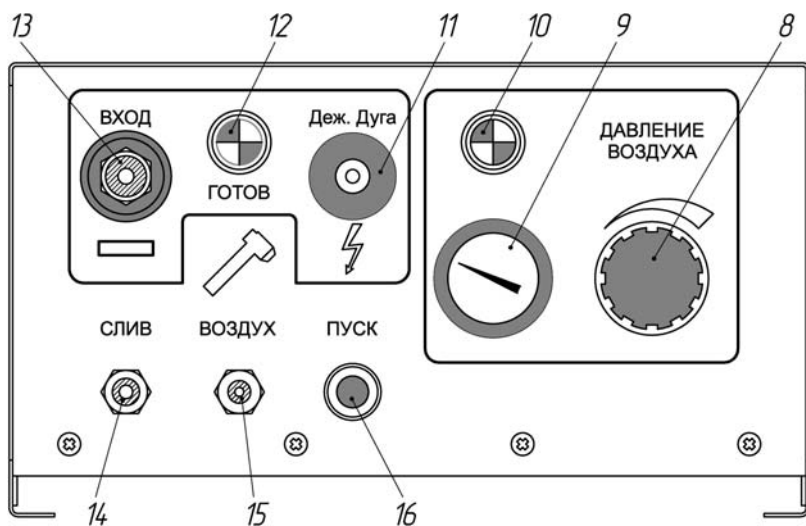

рисунок 2 Передняя панель **БВП-401**
5.4 Подсоединить гайки штуцеров на шлангах плазмотрона к соответствующим штуцерам на передней панели **БВП** поз.: 11, 13, 14, 15, 16 (*рисунок 2*).
5.6 Подать в **БВП** сжатый воздух и ручкой поз. 8 (*рисунок 2*) регулятора давления по манометру поз. 9 (*рисунок 2*) установить его необходимую величину.
6.2 Подать сетевое напряжение на источник питания плазменной резки, выполнить все указания, перечисленные в его руководстве, для перехода в состояние готовности. На передней панели **БВП** загорится индикатор «ГОТОВ» поз. 12 (*рисунок 2*).
Перед включением дуги, вначале откроется клапан подачи воздуха в плазмотрон **У1** (приложение А) и на передней панели **БВП** загорится световой индикатор поз.10 (рисунок 2).